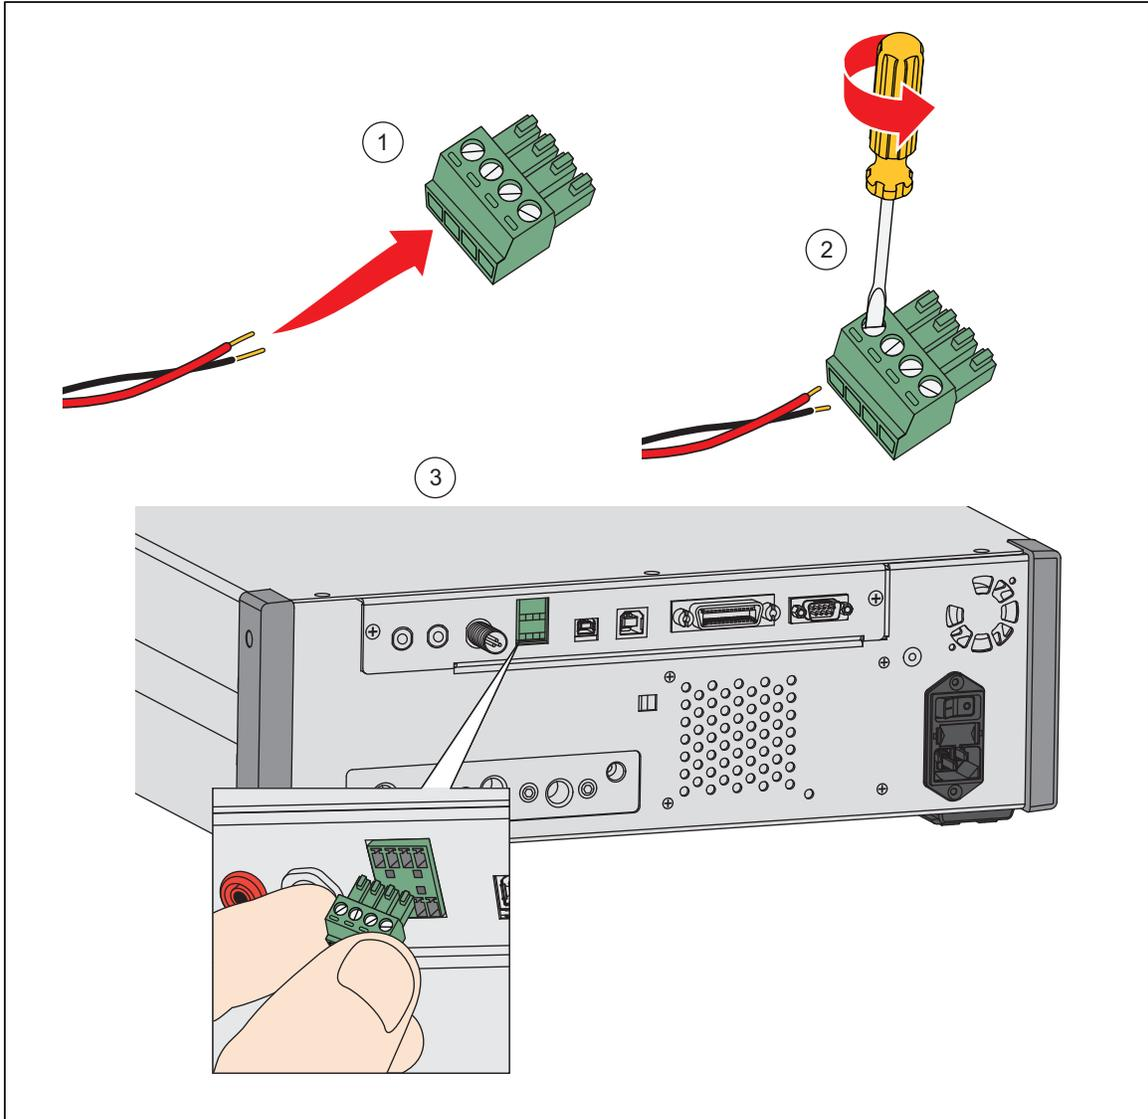

图 20.驱动连接
CPS 会用到产品上的 DRV1、DRV2 和 DRV3。有关 CPS 的更多信息，请参阅防污染系统 (CPS)。有关典型连接，请参见图 20。
- 电气连接套件（零件号 4579115）包括所需的电气系统接头和电线，如图 20 所示。